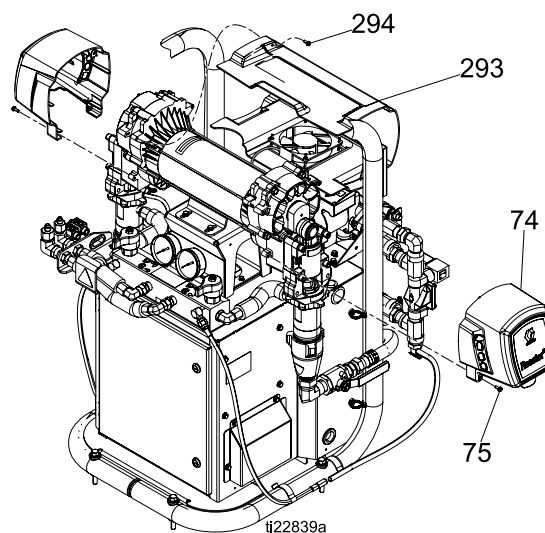

Figure 12
13. Togliere le viti (294) e la protezione del motore (293). Vedere la Fig. 12.